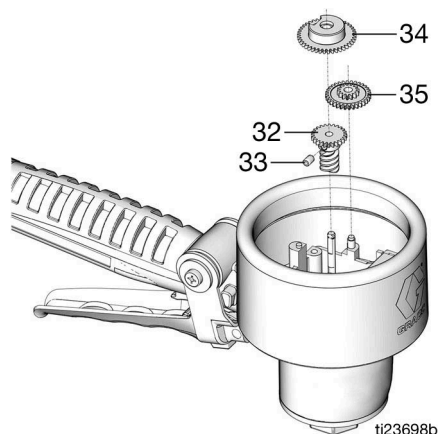

FIG. 18
6. Utilizzare una chiave esagonale da 2 mm per rimuovere la vite di fissaggio degli ingranaggi (33). Rimuovere gli ingranaggi (32, 34, 35) (FIG. 18).